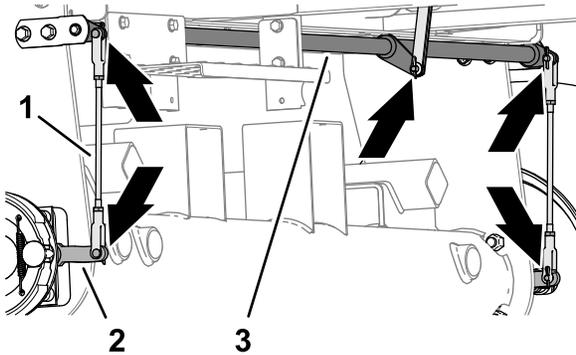

Figura 84
1. Inspeccione los conjuntos de varilla de freno derecho e izquierdo (Figura 84) en busca de daños o desgaste.
2. Inspeccione el eje de articulación del freno (Figura 84) en busca de daños o desgaste.